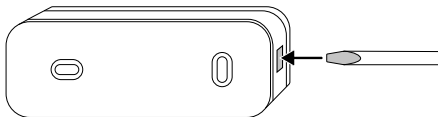

Abb. 1
- ▶ Verwenden Sie für die Montage des Senders nur die mitgelieferten Schrauben ⑮ und Dübel ⑭.
- ▶ Die mitgelieferten Dübel ⑭ sind nur für die Befestigung in Beton oder Stein geeignet. Bitte prüfen Sie unbedingt vor der Montage Ihren Montageort auf Eignung für die Dübel ⑭. Das verwendete Montagematerial muss immer für den jeweiligen Montageort geeignet sein. Ziehen Sie im Zweifelsfall einen Fachmann hinzu.
- ▶ Alternativ kann der Sender auch mit dem doppel-seitigen Klebeband ⑫ auf einer geeigneten Oberfläche (maximale Höhe 2 m) montiert werden.
- ◆ Entfernen Sie die Wandhalterung ⑩ an der Rückseite des Senders, indem Sie einen Schlitzschraubendreher in die seitliche Öffnung drücken und sie vorsichtig vom Sender abhebeln (siehe Abb. 1).